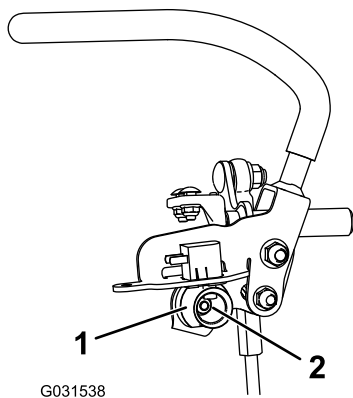

**Figura 82**
3. Spingete in giù le leve di controllo del movimento per toglierla dalla posizione di BLOCCO IN FOLLE (Figura 82).
4. Controllate se la leva di controllo del movimento destra è allineata orizzontalmente con la leva di controllo del movimento sinistra (Figura 82).